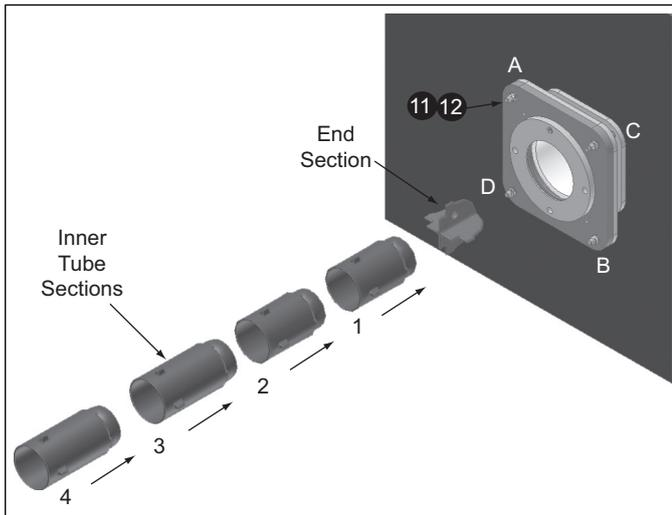

Abbildung 3.13
5. Befestigen Sie den Stützflansch folgendermaßen mit M12-Muttern und Scheiben (siehe Abbildung 3.13.) (Position 11 und 12) an der Montageerweiterung:
- c. Ziehen Sie die Schrauben mit einem Schraubenschlüssel in der folgenden Reihenfolge fest an: A, B, C, D (siehe Abbildung 3.13)
6. Installieren Sie die inneren Keramikabschnitte. Die benötigte Anzahl an kurzen (185 mm) und langen (235 mm) inneren Rohrabschnitten kann Tabelle 3.1 entnommen werden. Führen Sie beginnend am Endabschnitt einen inneren Rohrabschnitt nach dem anderen ein und schieben Sie sie bis zum Ende des Außenrohrs. Stellen Sie sicher, dass die inneren Rohrabschnitte vollständig in das Außenrohr eingeschoben sind. Wenn sie nicht vollständig eingeführt sind, kann der Brenner nicht ordnungsgemäß betrieben werden und Beschädigungen sind möglich. Siehe Abbildung 3.13.